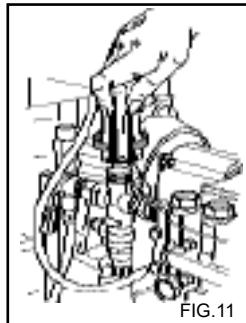

FIG.11
Med tryckregulatorn fig. 11, kan operatören ställa in arbetstrycket. Driftryck minskar då ratten C vrids motsols mot (B) (minimum).